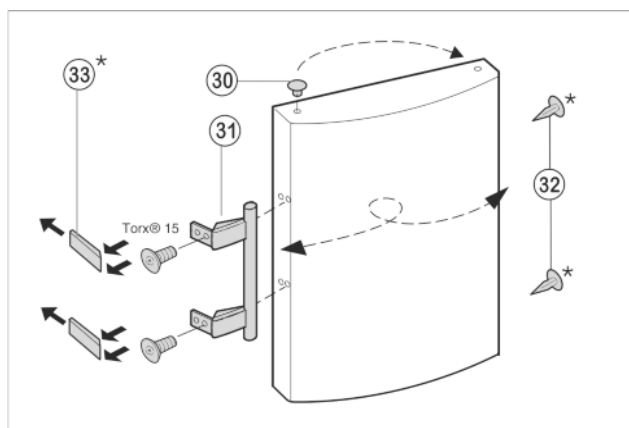

Fig. 10
- Извлеките пробку Fig. 10 (30) из опорной втулки дверцы и переставьте.
- Снимите и переставьте на противоположную сторону дверную ручку Fig. 10 (31), пробку Fig. 10 (32) и прижимные пластины Fig. 10 (33).